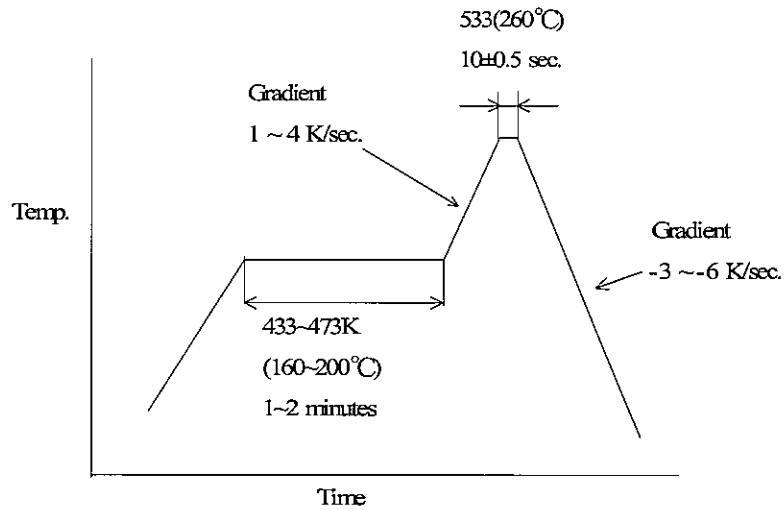

Fig4
(2) Reflow soldering heat resistance / 半田耐熱性
A. Testing : Put on the receptacle connector to PCB , apply the heat 2 cycles as shown in Fig. 4
A.試験法:基板にリセプタクルコネクタを置き、Fig. 4の条件で2回リフローを行う。